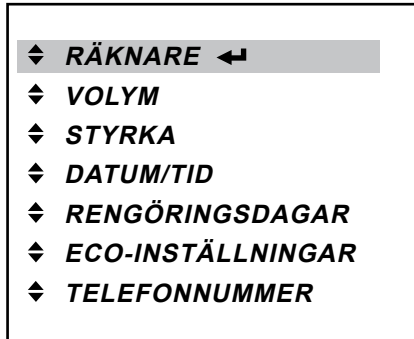

Bild 33
- Aktivera menyn «RÄKNARE» i administratörsläget och öppna den med Enter  (bild 33).